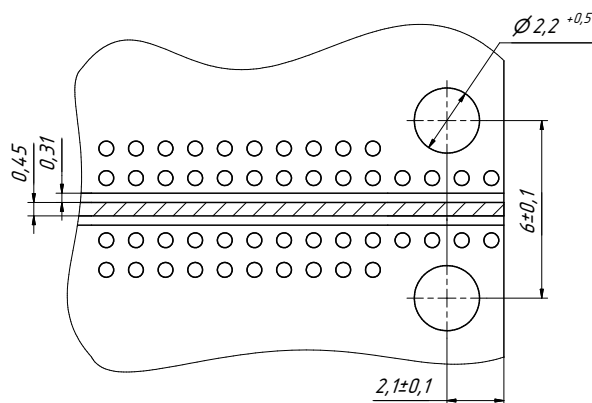

Рис. 17 – Топология платы
- В качестве подводящей линии можно использовать копланарную линию со следующими параметрами: ширина линии составляет 0,45 мм, зазора (gap) – 0,31 мм (рисунок 17).